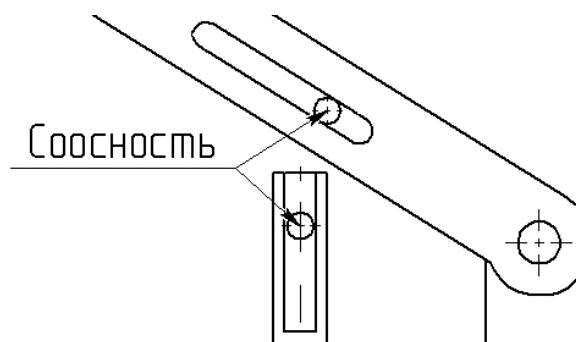

Рисунок 20 – Сопряжение деталей «Ось» и «Поршень»
- Сопряжение Ось-Поршень: Соосность, (рисунок 20)